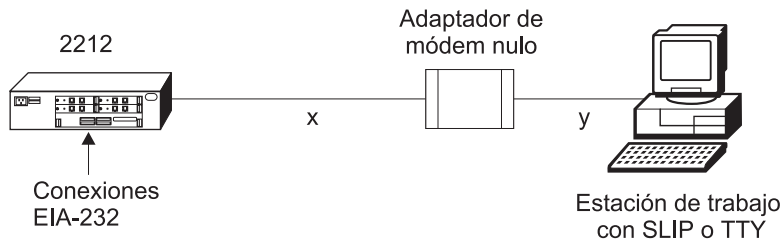
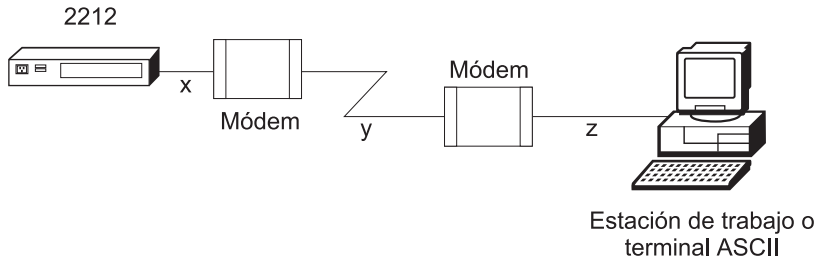

Figura 3-1. Conexión de terminal local al puerto de servicio EIA-232
Figura 3-2. Conexión de terminal remoto al puerto de servicio EIA-232
- Marcación remota (utilizando líneas telefónicas) mediante un módem conectado al puerto de servicio EIA-232 utilizando una conexión ASCII o SLIP (Serial Line Internet Protocol). Consulte la Figura 3-2 en la página 3-2. El apartado “Valores del módem” en la página 3-3 lista los módems que se han probado para utilizarse con el IBM 2212.
- Localmente mediante un adaptador de módem nulo y cables serie proporcionados con este producto que se conectan al puerto de servicio EIA-232 utilizando una conexión ASCII o SLIP. Consulte la Figura 3-1 en la página 3-2.
Conecte un terminal ASCII o un emulador (con el software de emulación apropiado) para proporcionar acceso local o remoto al IBM 2212. Cuando se conecta localmente un terminal al puerto de servicio del IBM 2212, la velocidad (velocidad en baudios) configurada para el puerto de servicio debe coincidir con la velocidad del terminal conectado (x e y en la Figura 3-1 en la página 3-2). Cuando se conecta un IBM 2212 a un terminal remoto mediante dos módems conectados por líneas telefónicas (x, y y z en la Figura 3-2 en la página 3-2), se deberán cumplir las reglas siguientes: